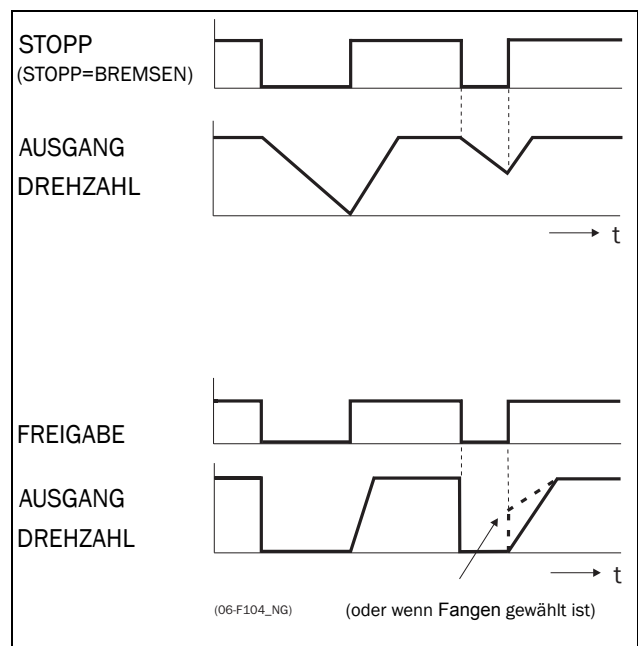

Abb. 42 Funktion des Stopp- und Freigabe-Eingangs
Wird der Eingang inaktiv (LO), stoppt der FU gemäß dem in Menü [33B] gewählten Stopp-Modus. Abb. 42 zeigt die Funktion der Freigabe- und Stopp-Eingänge und den Stopp Mode=Bremsen [33B].